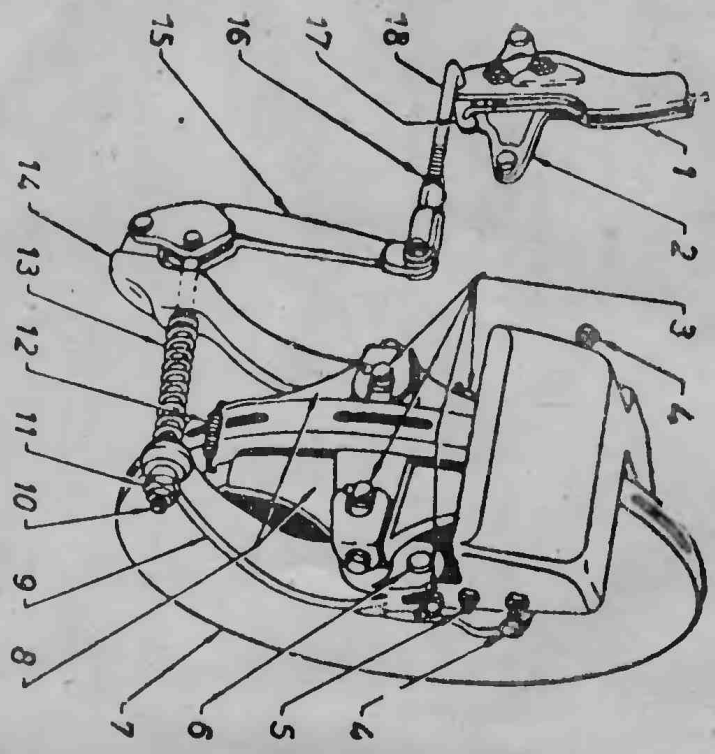

Рис. 35. Ручной тормоз.
1. Поставить ручной рычаг тормоза 1 (рис. 35) в положение, соответствующее полностью отпущенным колодкам (расторжженное), расшплинтовать и раздвинуть трос 18, соединяющий его с нижним рычагом рычажной системы тормоза.